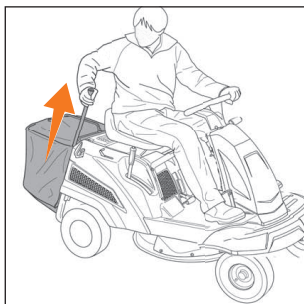

Рис. 30
- Вытяните вверх рычаг управления травосборником (Рис. 30).